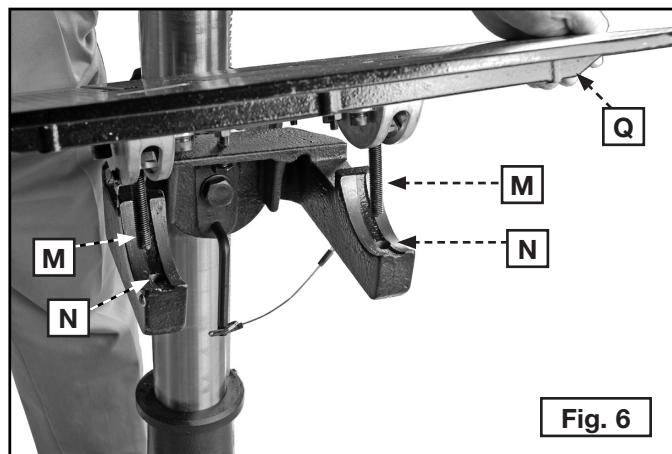

Fig. 6
- Alignez les boulons (M), fig. 6, sur le plateau (Q) avec les trous sur les supports de plateau (N) et posez le plateau sur les supports.